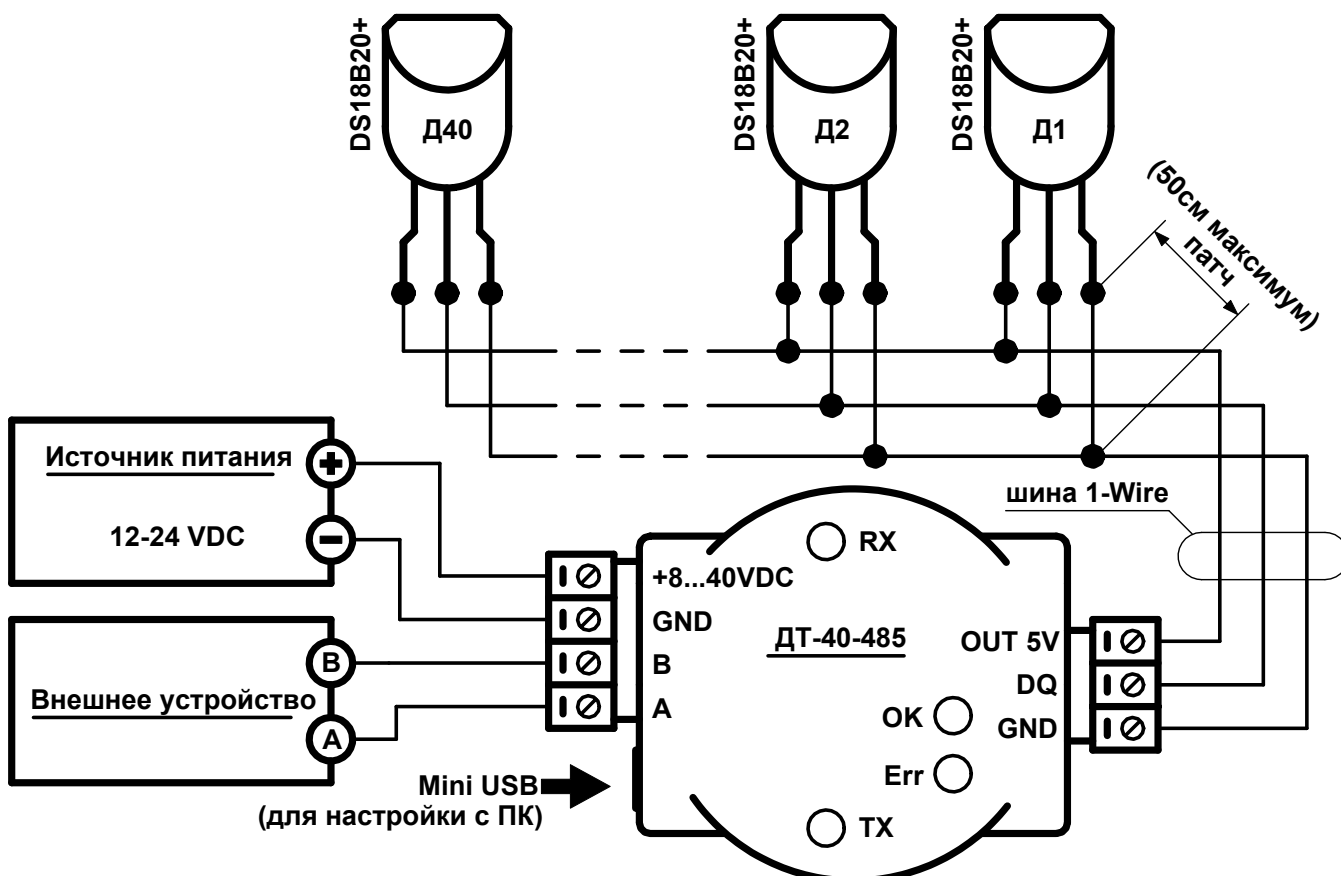
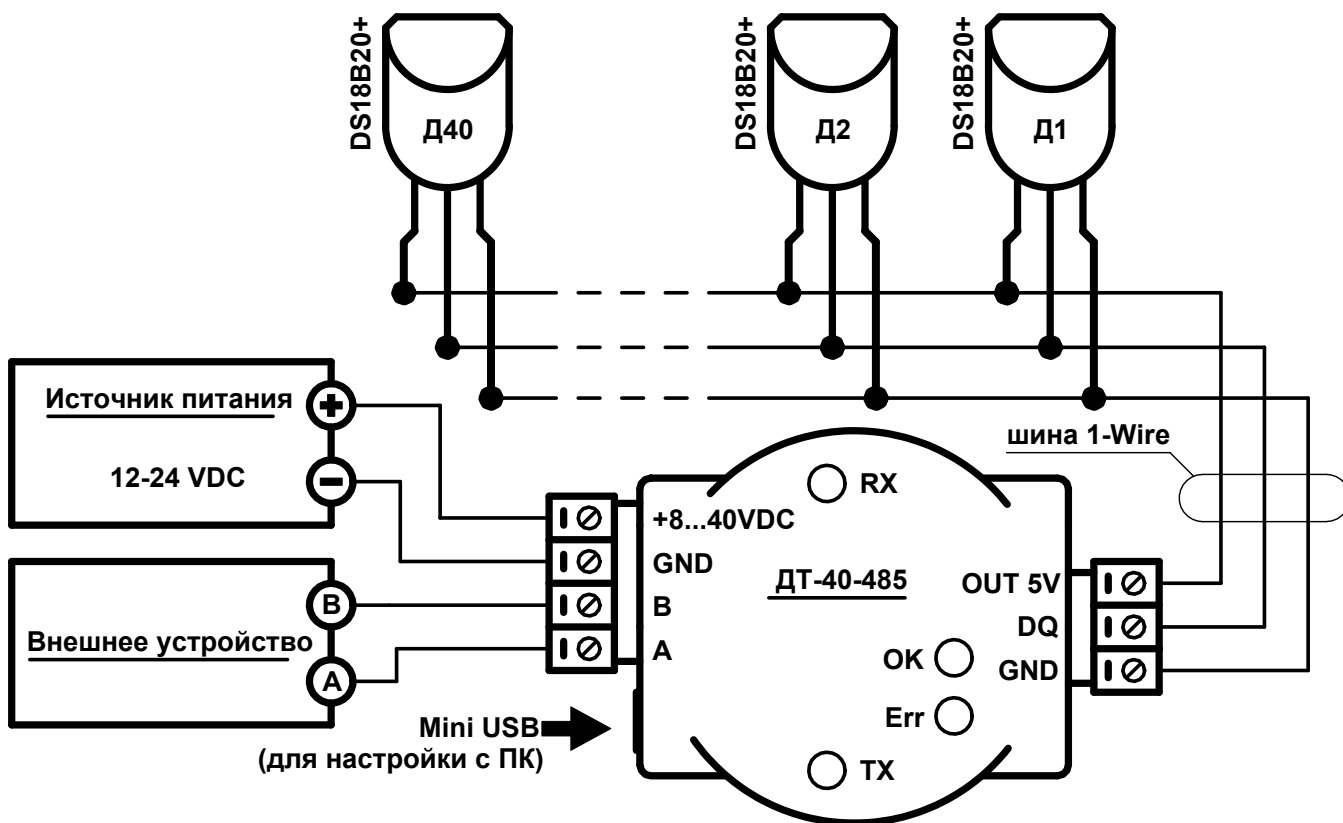

Рис. 2. Схема подключения ДТ-40-485 (магистраль 1-Wire с коротким патчами)
Рис. 3. Схема подключения ДТ-40-485 (магистраль 1-Wire со строгой шиной)
2. Подключите цепи датчиков температуры DS18B20+ согласно типовой схеме подключения на Рис. 2 или Рис. 3.